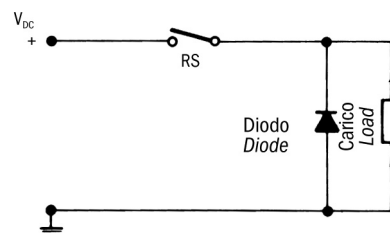
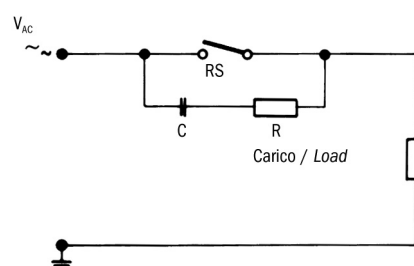

Fig. 1 Protezione con corrente continua per carichi induttivi.
Fig. 2 Protezione con corrente alternata con collegamento RC
1) Carichi induttivi In presenza di circuiti alimentati con corrente continua, la protezione del contatto è relativamente facile. Si deve collegare in parallelo al carico un diodo semiconduttore come indicato nella fig. 1 (vedi pagina seguente). Le polarità devono essere collegate in modo che il diodo si blocchi con il normale voltaggio di esercizio e sempre in corto circuito nel caso di inversione delle polarità. Quando si commutano dei carichi induttivi alimentati con corrente alternata non si può utilizzare un diodo, bisogna usare un dispositivo di soppressione dell'arco. Di solito si tratta di un collegamento RC parallelo al commutatore e quindi in serie con il carico, come da fig. 2 (vedi pagina seguente). La dimensione del soppressore di arco può essere determinata dal monogramma di fig. 3 (vedi pagina seguente).